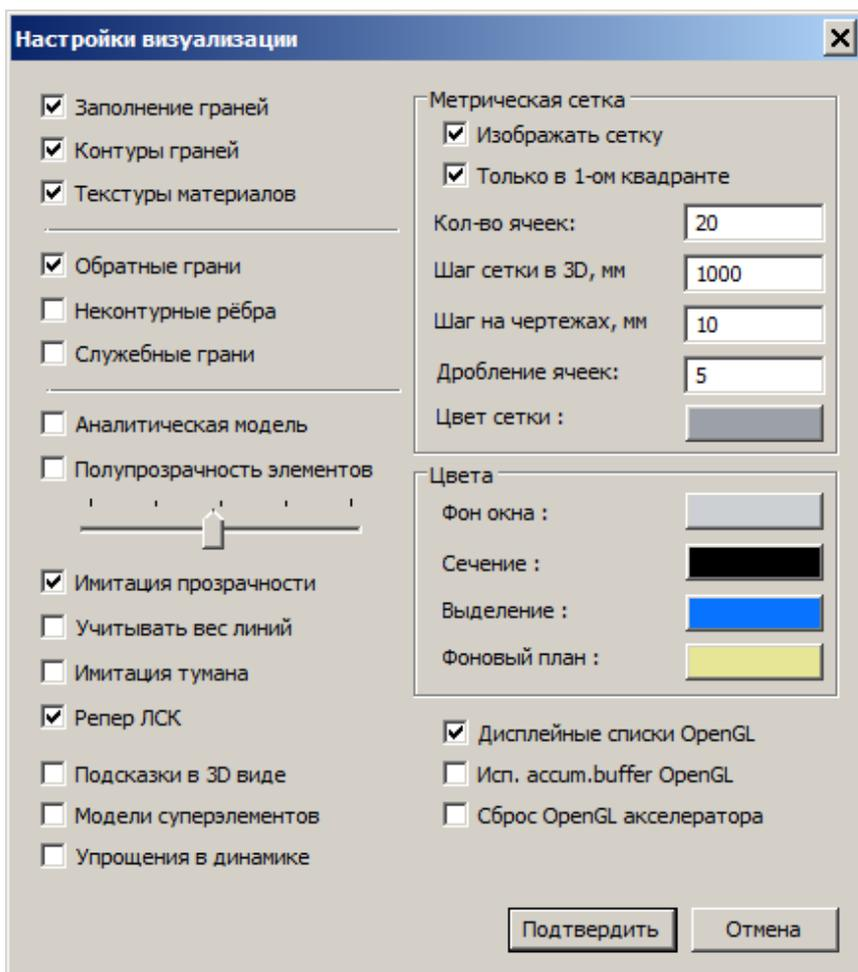

Рис. 6.3. Диалоговое окно **Настройки визуализации**
- В открывшемся диалоговом окне **Настройки визуализации** следует задать следующие характеристики (рис.6.3):